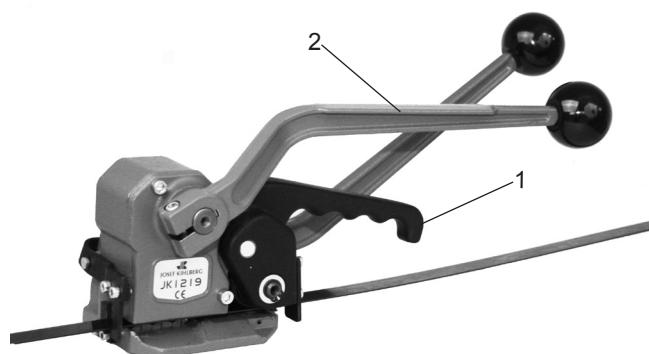

Fig. 3
- Das Band satt um das Packgut legen, so dass die Bänder auf der Oberseite übereinander liegen. Die Bänder mit der linken Hand so fassen, dass der untere Bandanfang (Fig. 3) ca. 20 cm von der Hand entfernt ist.